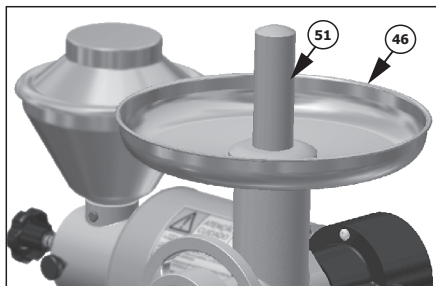

Figura 8
-Após coloque o prato (46) para conter o alimento e auxiliar o processo de moagem, conforme figura 8. **Nunca trabalhe sem o prato (46). Use sempre o soquete (51) para empurrar os alimentos nunca os dedos!**